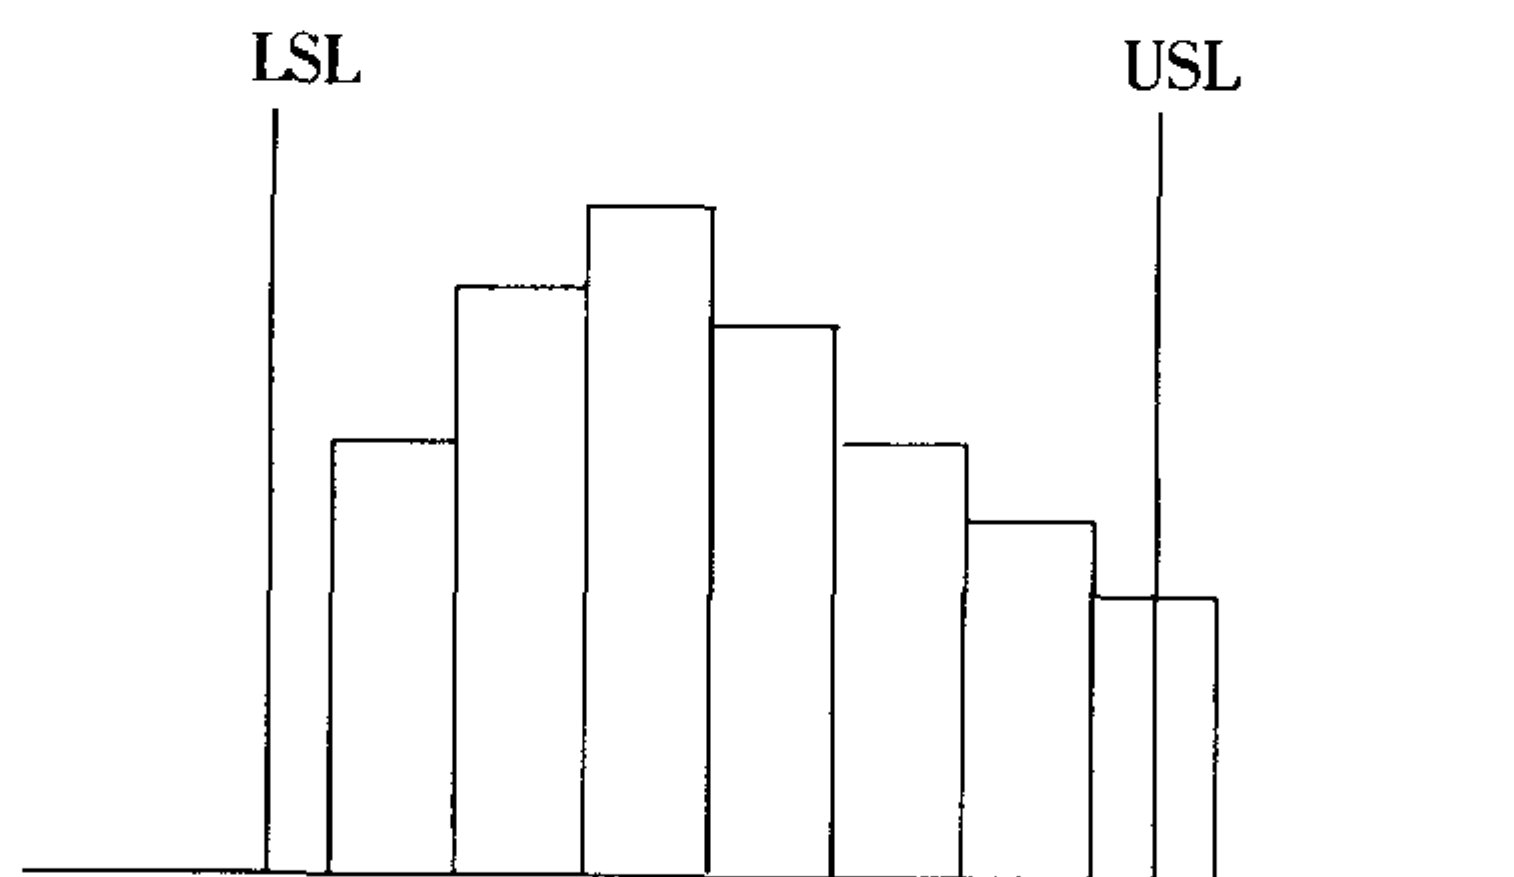

图 6-10
b. 削壁型直方图：图 6-10 显示可能存在假数据或抽样方法不当。